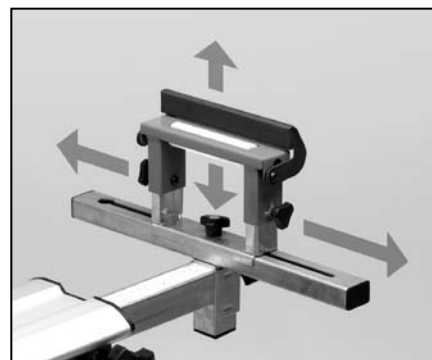

Figure 8
11. Les appuis à rouleau peuvent être réglés vers le haut ou vers le bas en desserrant le bouton de réglage de hauteur **2** en ajustant vers le haut ou vers le bas, puis en resserrant le bouton de réglage de hauteur. Figure 8. Le support en « T » peut également être réglé vers le haut ou vers le bas en desserrant le bouton de réglage du « T » **3**, en le déplaçant vers le haut ou vers le bas puis en le resserrant.
12. Les appuis à rouleau peuvent être réglés vers l'avant ou vers l'arrière en desserrant le bouton **4** en faisant glisser à l'emplacement voulu, puis en resserrant le bouton. Figure 8.